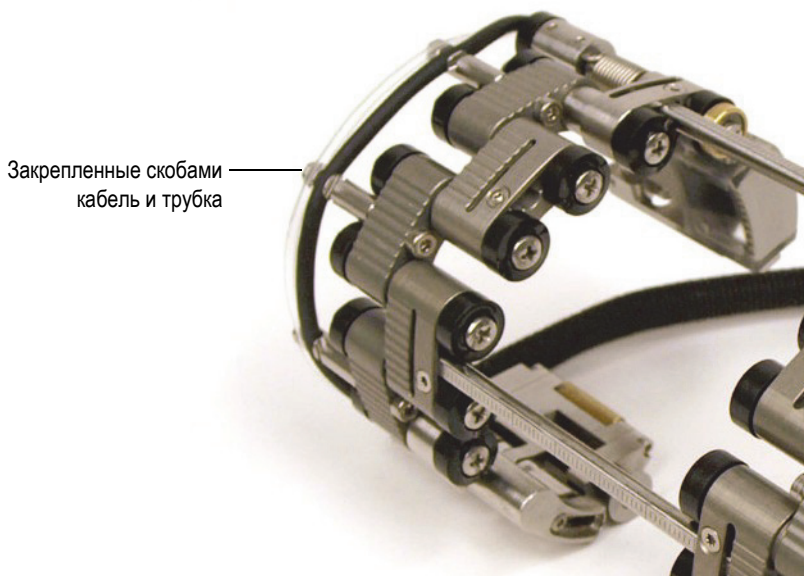

Рис. 2-6 Крепление кабеля и трубки вдоль сканера
3. На сканере, закрепите кабели и трубку с помощью специальных скоб (см. Рис. 2-6 на стр. 39).